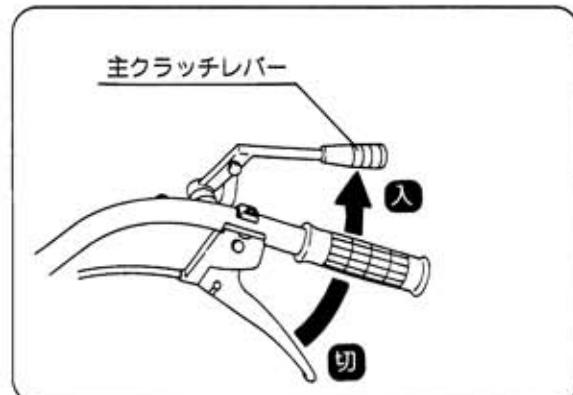

図35
③ 主クラッチレバーを【入】にして作業を続行してください。(図35)